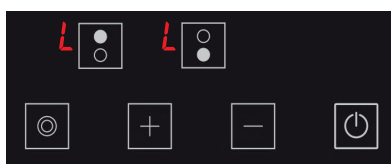

Figure 17
1. L'icône  s'affiche sur tous les écrans quand la cuisinière est allumée et que la sécurité enfants est active. (voir Fig. 17) Les icônes  et  s'affichent en alternance si une plaque de cuisson est toujours chaude. Vous pouvez allumer ou éteindre la cuisinière avec la seule touche .